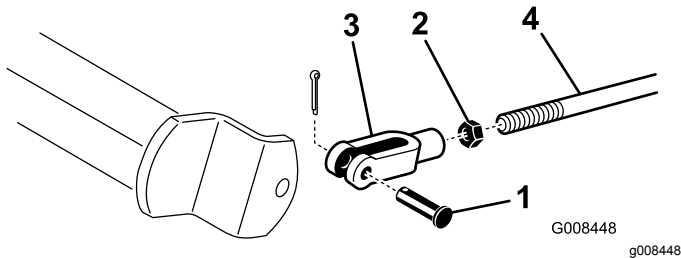

図 45
- A. コッターピンとクレビスピンを外して、ブレーキロッドを外す 図 45。
- B. ジャムナットをゆるめ、クレビスを調整する 図 45。
- C. クレビスをシャフトに取り付ける 図 45。